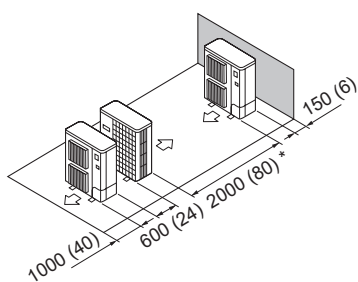

Fig. 2-16
- (5) Disposición en paralelo de unidades simples (Fig. 2-16)